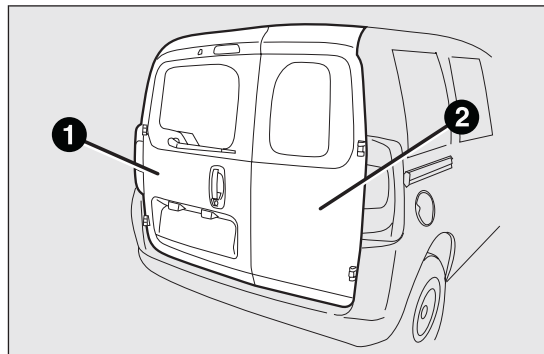

fig. 66
Le porte posteriori a due battenti fig. 66 sono dotate di un sistema a molla che le arresta in apertura ad un angolo di circa 90 gradi.
*In chiusura, chiudere completamente la porta battente destra 2 fig. 66 e successivamente la porta battente sinistra 1 fig. 66. Non chiudere mai contemporaneamente le due porte.*